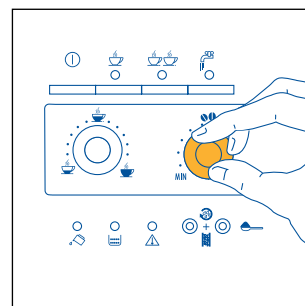
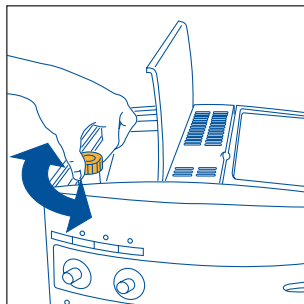

Fig.7
Fig.17
- 2) Regolare la manopola di destra (fig.7) per impostare il gusto desiderato del caffè. Più si ruota in senso orario e maggiore sarà la quantità di caffè in grani che la macchina macinerà e quindi più forte sarà il gusto del caffè ottenuto. Al primo utilizzo è necessario procedere a tentativi e fare più di un caffè per individuare la corretta posizione della manopola. Fare attenzione a non ruotare troppo in senso orario altrimenti c'è il rischio di ottenere un'erogazione troppo lenta (a gocce), soprattutto quando si richiedono due tazze di caffè.
NOTA 1: Se il caffè fuoriesce a gocce oppure non esce del tutto, è necessario ruotare la manopola di regolazione macinatura (fig. 17) di uno scatto in senso orario (vedi par. 6). Procedere di uno scatto alla volta fino ad ottenere un'erogazione soddisfacente.
NOTA 2: Se il caffè fuoriesce troppo velocemente e la crema non è soddisfacente; ruotare un po' la manopola di destra (fig.7) in senso orario. Procedere a tentativi e fare più di un caffè per individuare la corretta posizione della manopola. Fare attenzione a non ruotare troppo in senso orario altrimenti c'è il rischio di ottenere un'erogazione troppo lenta (a gocce), soprattutto quando si richiedono due tazze di caffè. Se, dopo qualche caffè, non si ottiene una crema soddisfacente, ruotare anche la manopola di regolazione macinatura (fig.17) di uno scatto in senso antiorario (vedi par. 6).
Per risolvere questo inconveniente è necessario regolare il grado di macinatura del macinacaffè ruotando la manopola di regolazione macinatura (fig. 17) di uno scatto in senso antiorario (come descritto nel cap. 6).
Tuttavia se dopo aver fatto i primi caffè, l'erogazione dovesse risultare troppo veloce o troppo lenta (a gocce), è necessario effettuare una correzione con la manopola di regolazione del grado di macinatura (fig. 17). Ruotandola di uno scatto in senso orario (pari a una cifra) si ottiene invece un'erogazione del caffè più veloce (senza gocce).